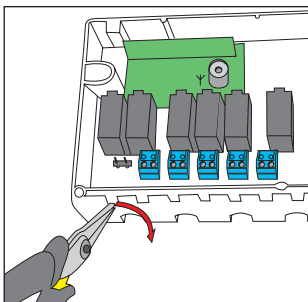

Fig. 3 Trækafastning placeres
7. Trækafastning placeres, se fig. 3 og 4